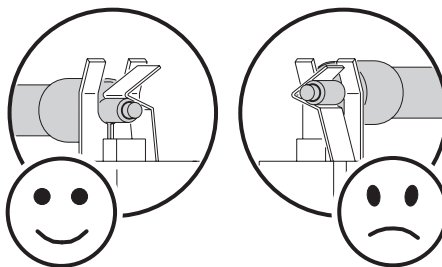

Figura 5: Terminales de la lámpara
5. Asegurarse que los terminales de la lámpara queden situados debajo de la sección en V de los clips del portalámparas y no en la propia sección en V, tal y como muestra la Figura 5.